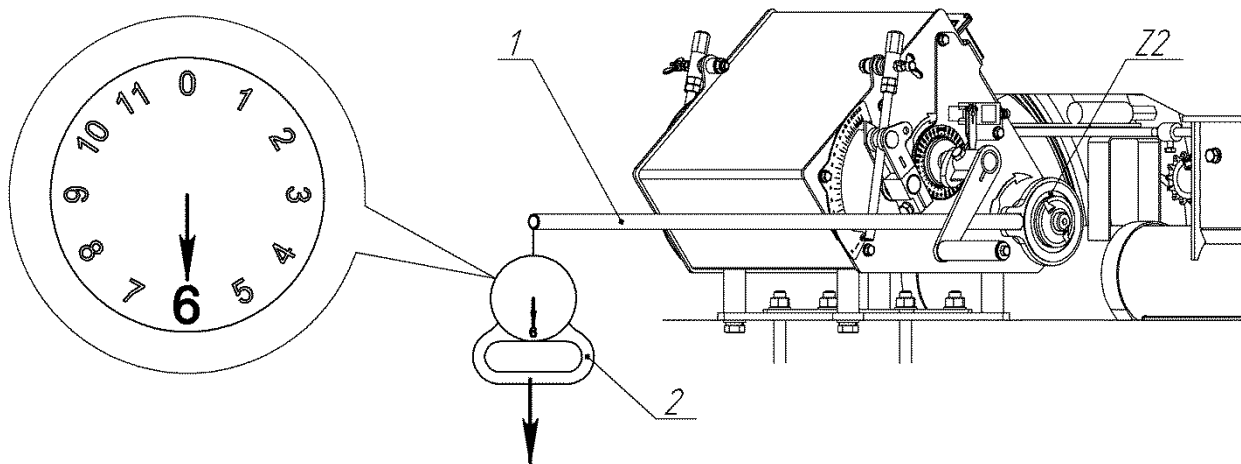

Рис.16 Регулировка муфт ограничения крутящего момента
- на звездочку Z2 рис.16 надеть рычаг для настройки муфт ограничения крутящего момента поз.1;